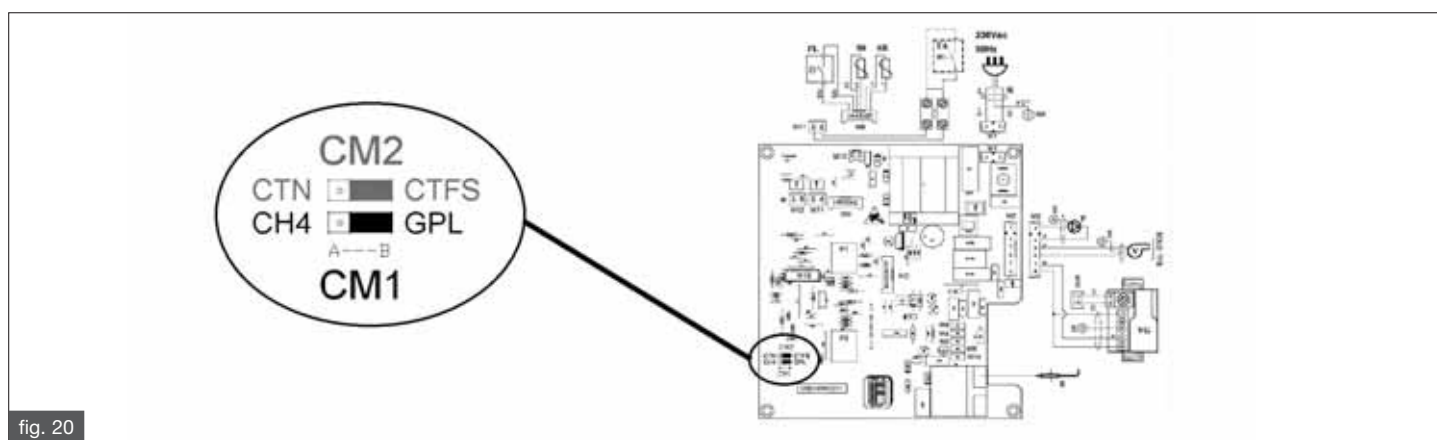

fig. 20
- sulla scheda elettronica spostare il jumper CM1 CH4-GPL in posizione GPL (fig. 20);
- sulla scheda elettronica spostare il jumper CM1 CH4-GPL in posizione CH4 (fig. 20);